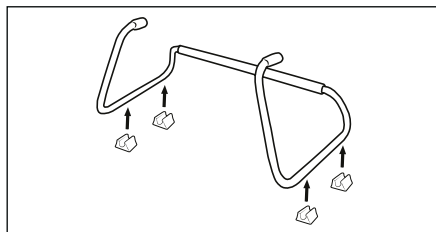

Fig. 1
- ◆ Fixez les quatre pieds ❷ sur le support ❶ (voir la fig. 1).